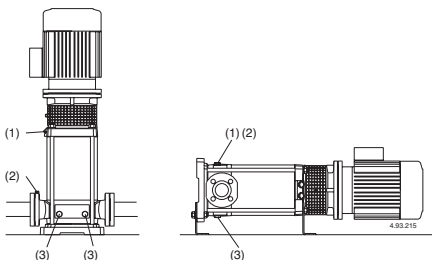

Рис. 4 (1) Наполнение и отдушина
При положении насоса выше уровня перекачиваемой жидкости (работа в режиме всасывания, рис. 3А) или при недостаточной высоте напора (менее 1 м) для открытия обратного клапана наполните всасывающую трубу и насос через соответствующее отверстие (1) (рис. 4).
Во время наполнения винт со штифтом (14.17) в сливной пробке (14.12) должен быть откручен, чтобы имелось соединение между камерой подающей части и камерой всасывающей части (рис. 4а).
Рис. 4а Наполнение:
Рис. 4б При работе: внутренний
При работе под гидравлическим напором (рис. 3В) наполняйте насос, медленно открывая задвижку на всасывающей трубе до полного раскрытия; при этом, задвижка в подающей трубе и отдушны (1) и (2) должны быть полностью открыты (рис. 4), чтобы выпустить воздух.
Закройте отдушны (1) и (2) (рис. 4).
Для MXV-B, MXV(L) 25–32–40 и MXV(L)4 25–32–40 Затяните игольчатый винт (14.17) в сливной заглушке (14.12) (рис. 4б) и закройте отверстие для выпуска воздуха (14.04).
Если заливка прерывается (непостоянный поток на подаче при открытых задвижках) или если давление на манометре колеблется, провести повторный выпуск воздуха на всасывании (2), проверить герметичность всех соединений всасывающей трубы и крепко затянуть выпускную заглушку (2) и сливные заглушки (3) со стороны всасывания (рис. 4).
По возможности, как в случае временной работы с грязными жидкостями, прокачайте через насос немного чистой воды для удаления осадков. Либо, после слива воды, промойте насос, залив не менее 4 л чистой воды в заливочное отверстие (1) со стороны подачи и дайте ей выйти через сливное отверстие (3) со стороны всасывания (рис. 4).
Перед разборкой насоса отсоединить провод от зажимной коробки, закройте задвижки на всасывании и подаче и слейте жидкость из корпуса насоса (рис. 4).